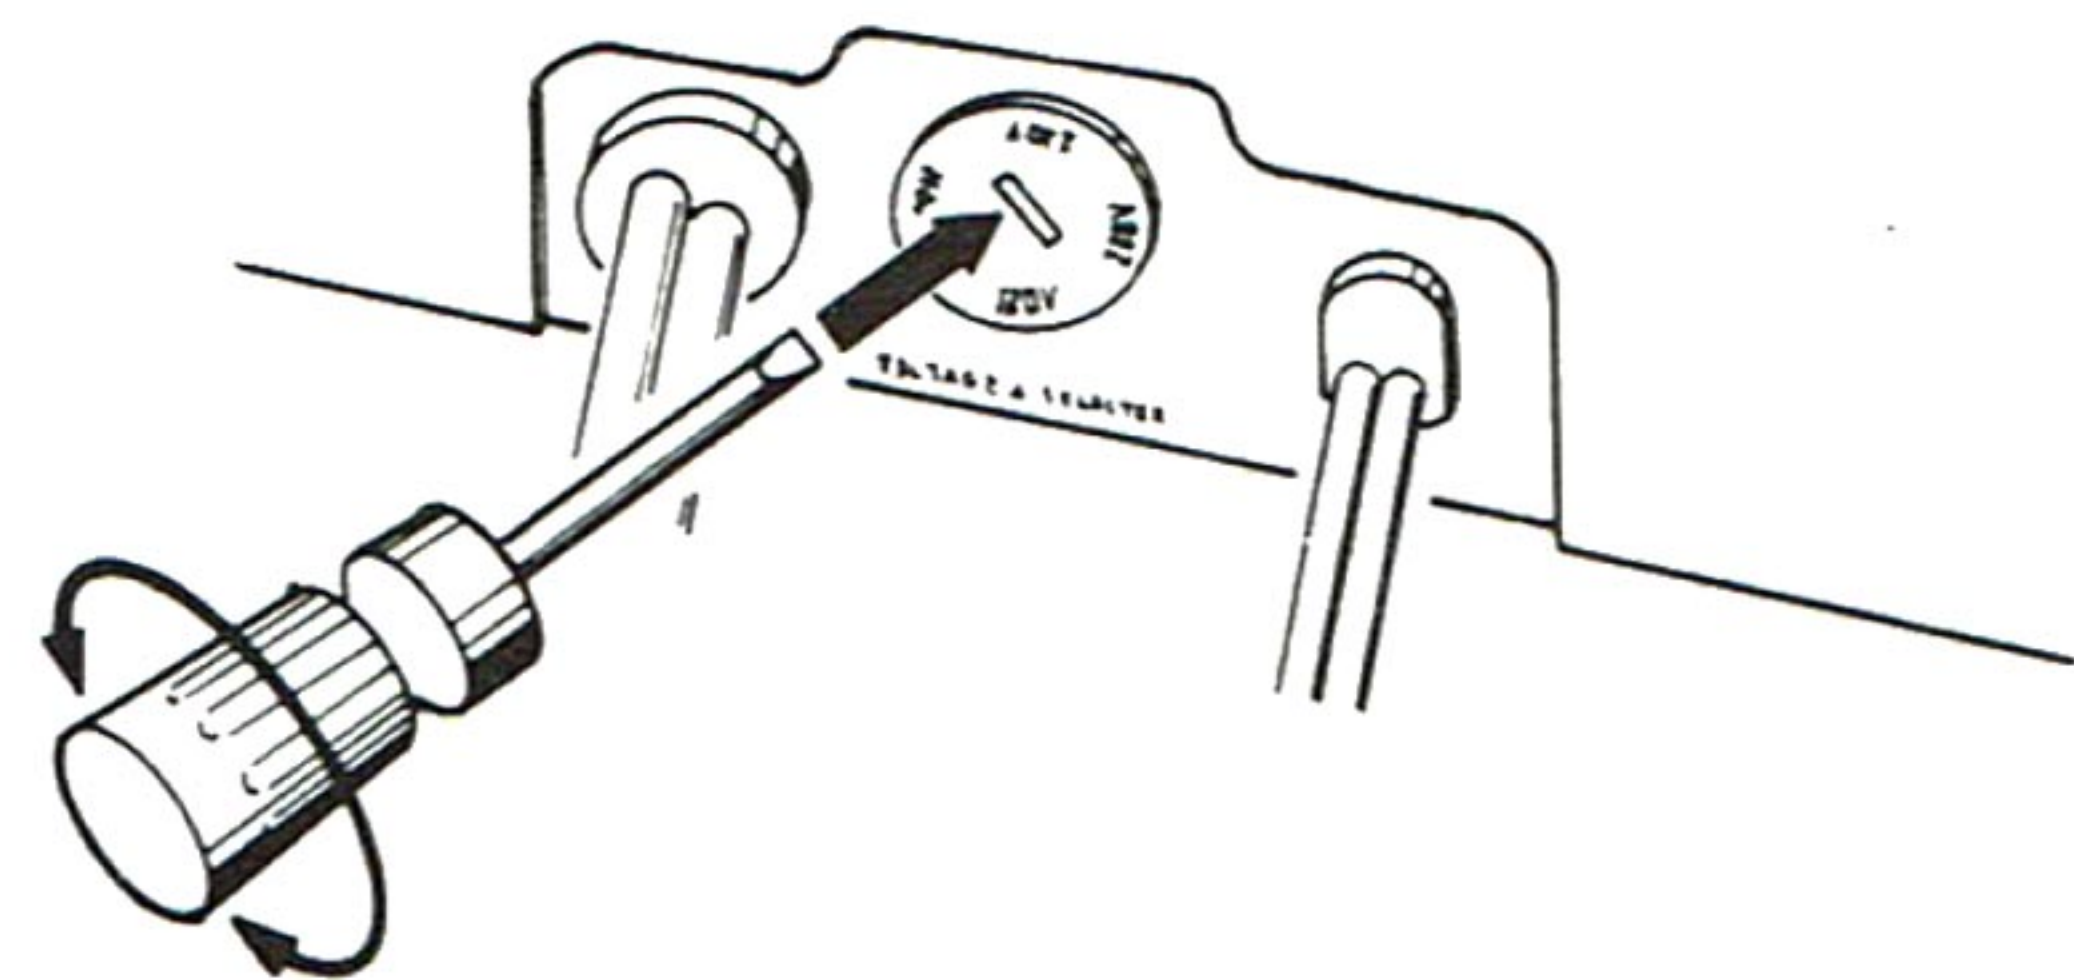

Abb. 1
- 4. Vor dem Anschließen des Netzkabels an die Wandsteckdose muß die Einstellung des Spannungswählers überprüft werden. Darauf achten, daß die Einstellung des an der Geräterückseite angebrachten Spannungswählers möglichst genau mit der örtlichen Netzspannung übereinstimmt. Gegebenenfalls den Spannungswähler gemäß Abb. 1 nachjustieren.